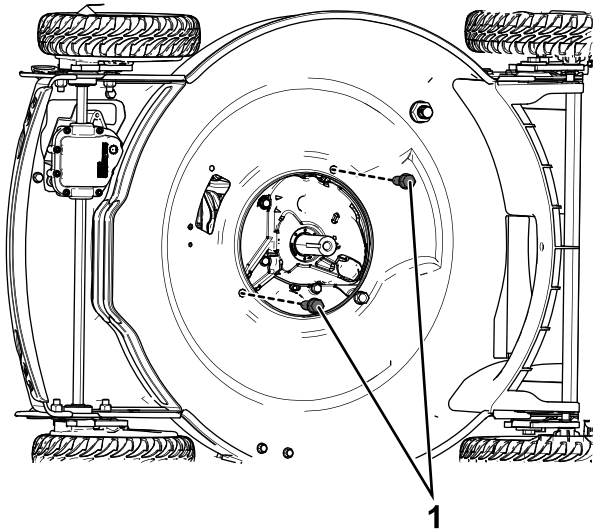

Bild 5
1. Setzen Sie die zwei Motorbefestigungsschrauben ($\frac{3}{8}$ " x 1") ein und ziehen sie mit 46 N·m an, siehe Bild 5.